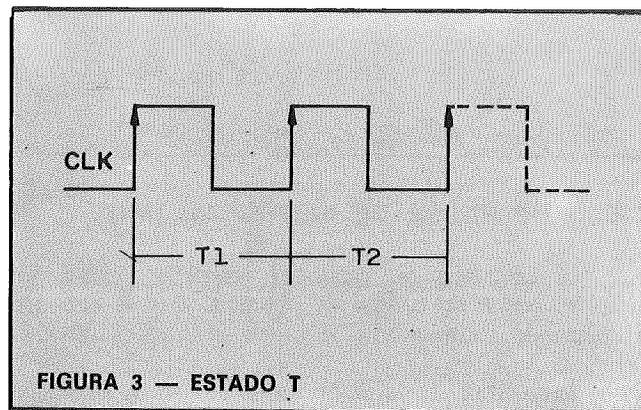

FIGURA 3 — ESTADO T
O primeiro conceito importante é o estado (T), que é a unidade básica de tempo, sendo igual a um período do relógio. Na versão Z80-A, o estado possui o valor mínimo de 250 ns, que é o período correspondente à frequência de 4 MHz. Um estado também é chamado por muitos autores de *T-ciclo*. A figura 3 mostra dois estados.